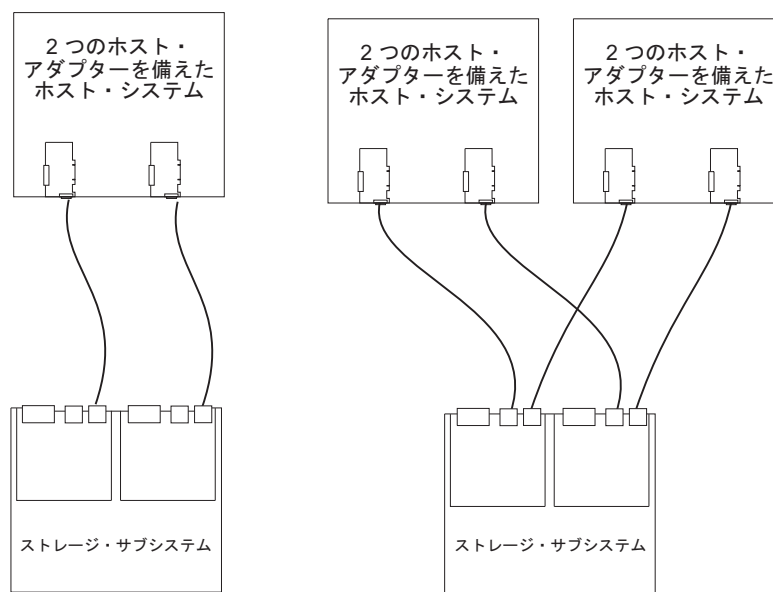

図 55. 冗長ホスト直接接続ファイバー・チャネル構成の例
- 99 ページの図 55 に示されている冗長ホスト直接接続構成